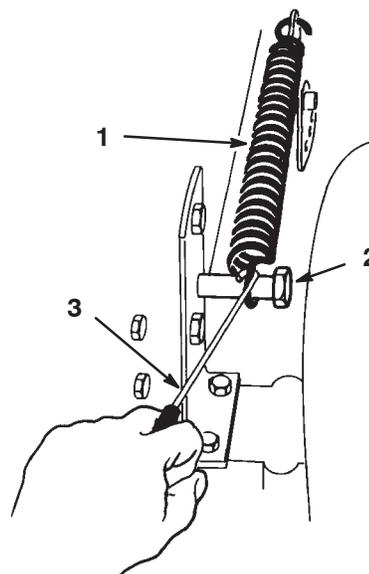

Figure 43
6. Retirez le ressort compensateur entre la patte de levage droite du plateau de coupe et le boulon de retenue (Fig. 43).